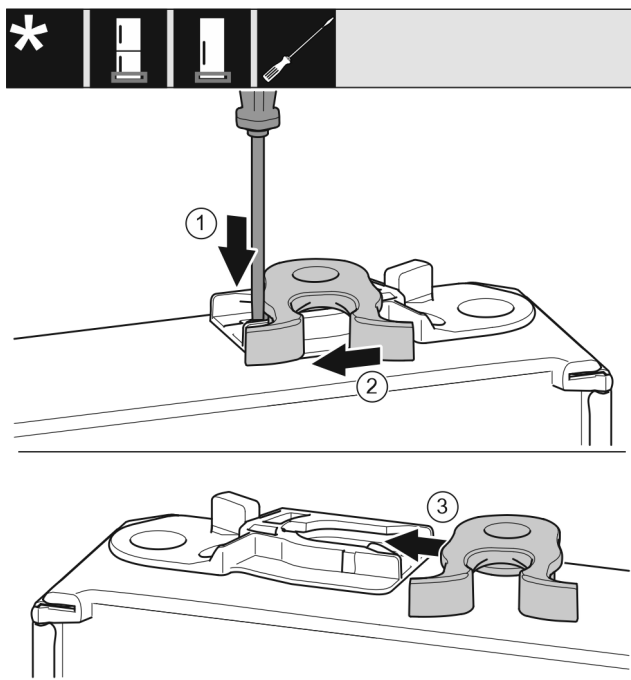

Fig. 23 \*
- ▶ Plochým šroubovákem přitlačte lamelu Fig. 23 (1) dolů.\*
- ▶ Vytáhněte petlici Fig. 23 (2) z vedení.\*
- ▶ Petlici Fig. 23 (3) zasuňte do vedení na druhé straně.\*